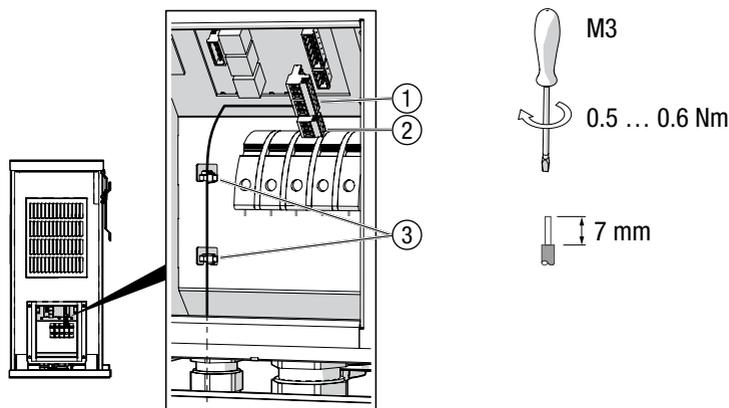

Figura 21 Collegare i contatti per la segnalazione di stato
3. Collegare le linee di controllo alla spina a 6 poli (Figura 21/pos. 1) come di seguito:
5. Inserire la spina a 3 poli (Figura 21/Pos.2) per coprire i contatti aperti.
6. Fissare i cavi con i fermacavi ai passanti dell'alloggiamento (Figura 21/pos. 3).
7. Chiudere i fori inutilizzati nel pressacavo per cavi multipli con i perni di chiusura (vedere pos. 8 nel paragrafo 4.3).